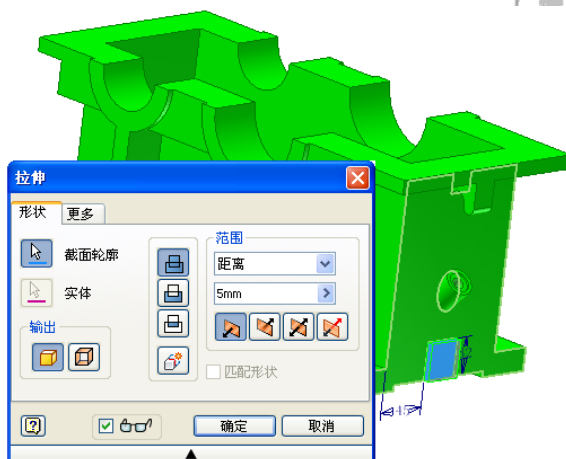

图 9-49 拉伸示意图
②单击【草图】标签上的【完成草图】工具按钮，退出草图环境，进入零件特征环境，单击【模型】标签栏【创建】面板上的【拉伸】工具按钮，打开【拉伸】对话框，选择绘制的正方形作为拉伸截面轮廓，拉伸的其他设置如图9-49拉伸示意图中的【拉伸】对话框所示。